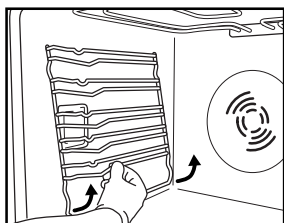

Fig. 3
1. Extraiga las rejillas laterales de soporte de accesorios (Fig. 3).
2. Extraiga las rejillas laterales de soporte de los accesorios, si las hay (Fig. 3).